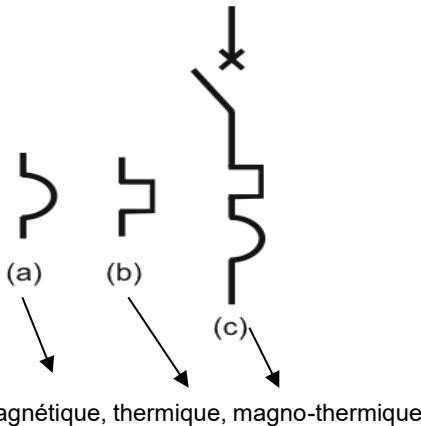

Fig 36
- le disjoncteur magnétique, qui assure la protection contre les court-circuits (fig.36 symbole a);
- le disjoncteur thermique, qui assure la protection contre les surcharges (fig.36 symbole b);
- le disjoncteur magnéto-thermique, qui cumule les deux fonction et assure la protection contre les court-circuits et contre les surcharges (fig.36 symbole c).